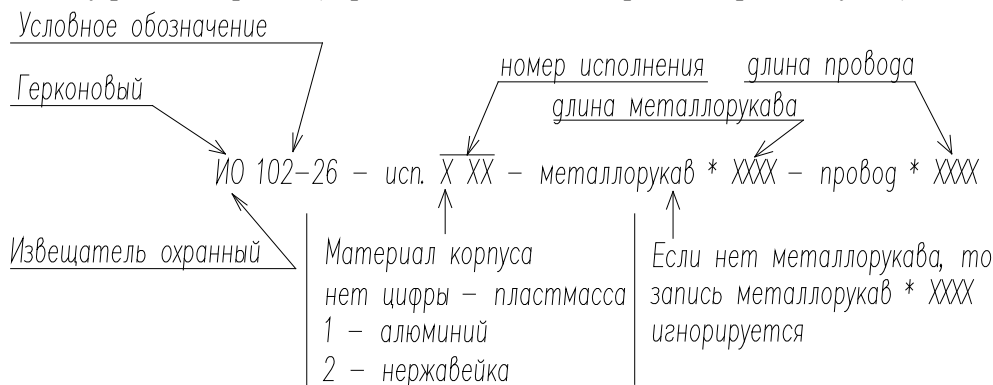

Рис.1
1.4. Информация для заказа, заказ производится согласно рис.1:
Электрическая схема для остальных исполнений показана на рис. 1"Б"